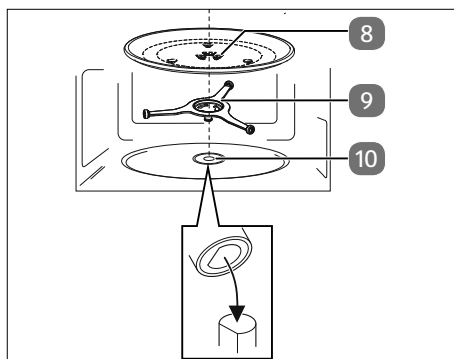

Fig. 5 – Inserimento del piatto girevole in vetro
- Posizionare quindi il piatto girevole in vetro al centro dell'albero di trasmissione (**vedere Fig. 5**) in modo che le nervature del piatto girevole in vetro vengano a trovarsi sopra le rientranze della stella girevole.